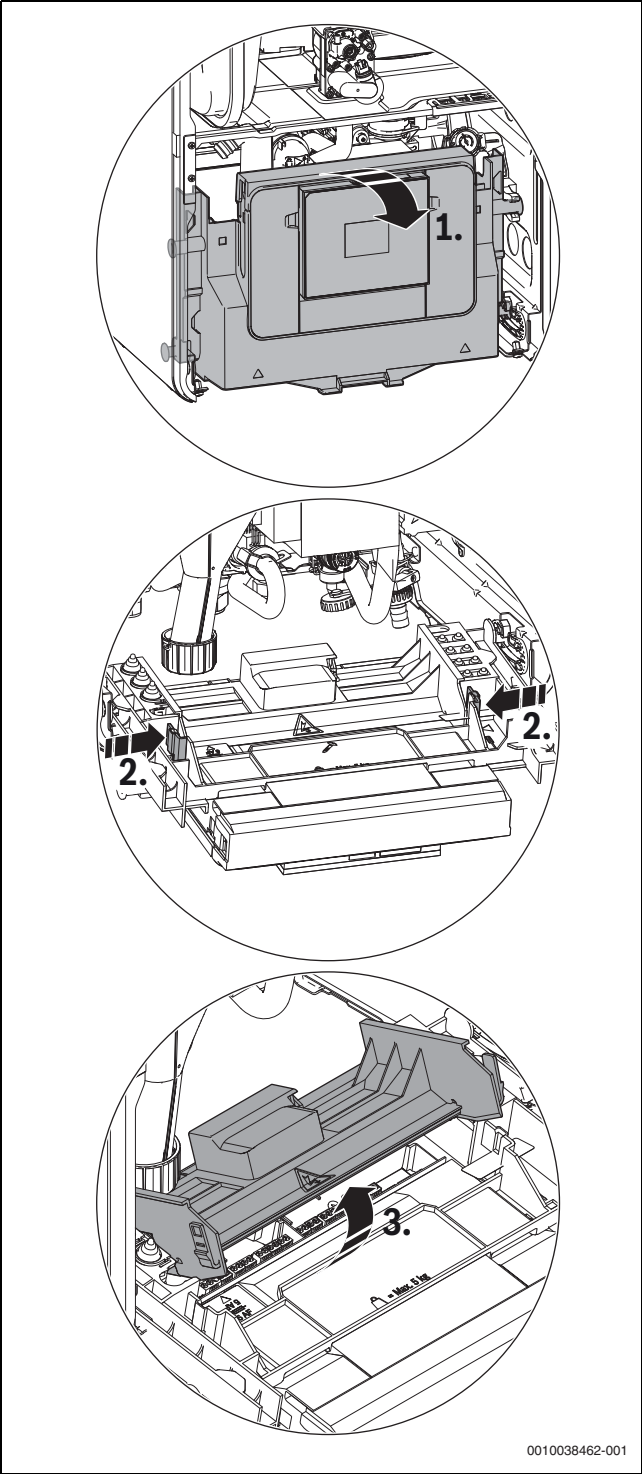

Bild 23 Abdeckung aufklappen
- Steuergerät nach unten klappen (→ Bild 23).